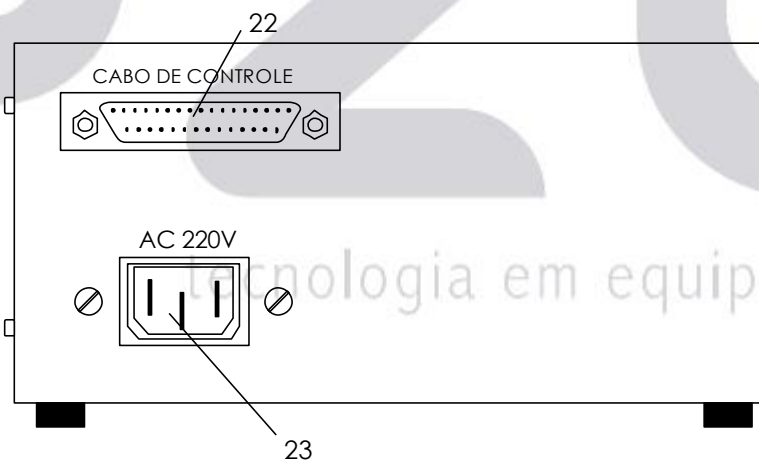
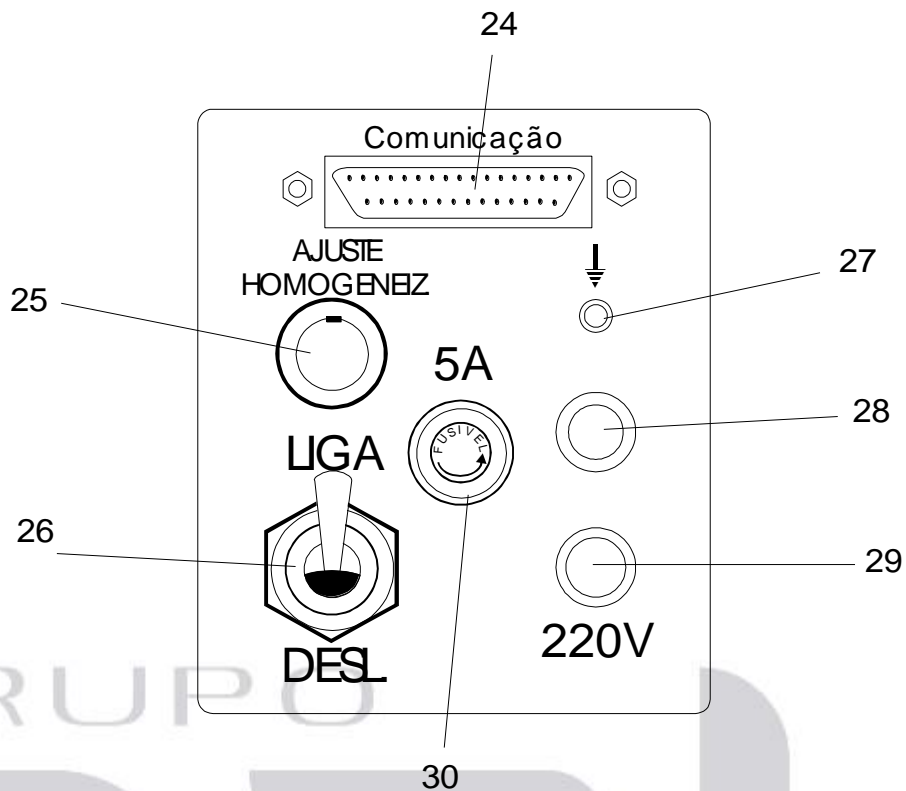
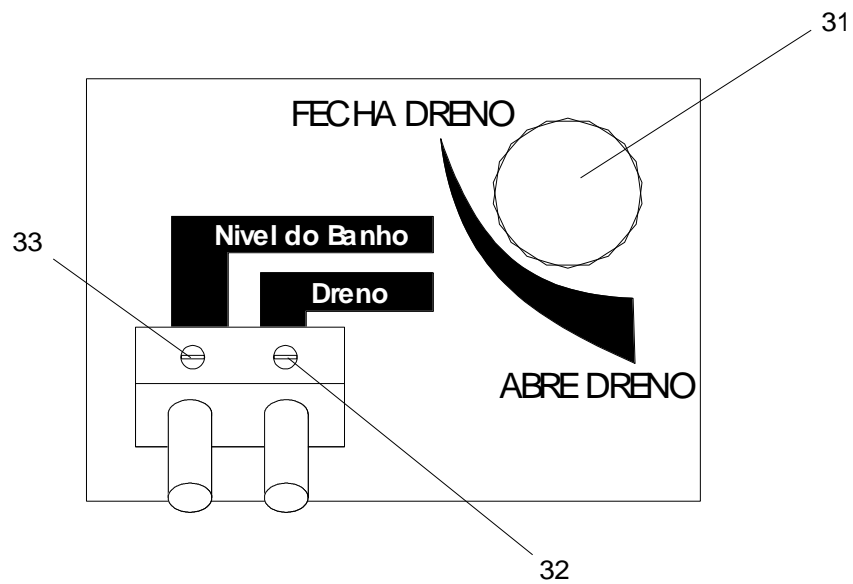
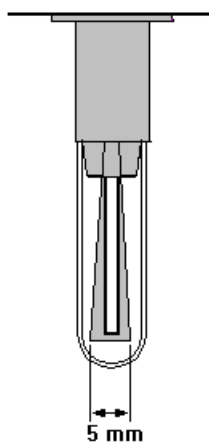

**Figura 11: Vista frontal do compartimento DIGITALIZADOR.**
Figura 13: Vista posterior do compartimento REFRIGERADOR.
Figura 14: Vista lateral direita do compartimento REFRIGERADOR.
Figura 16: Amplitude de oscilação recomendada do homogeneizador.
- Conecte o cabo de comunicação nos conectores localizados na parte posterior dos dois compartimentos REFRIGERADOR e DIGITALIZADOR exibidos na Figura 12 e Figura 13, respectivamente;
Para maior facilidade de visualização, a Figura 11 e a Figura 12 mostram respectivamente os controles existentes na parte frontal e posterior do compartimento DIGITALIZADOR e a Figura 13 e a Figura 14 mostram as partes lateral direita e posterior do compartimento REFRIGERADOR. Além disso, há uma breve descrição de cada controle.
1. Frontal do compartimento DIGITALIZADOR. (ver Figura 11, na pág.16 para maiores detalhes)
7. Lateral direita do compartimento REFRIGERADOR. (ver Figura 14, na pág.19 para maiores detalhes).
- 10. Vista posterior do compartimento REFRIGERADOR. (ver Figura 13, na pág.18 para maiores detalhes)
20. Tecla Homogeneizador: Quando pressionada indica ( H H) no MOSTRADOR e serve para agitar o homogeneizador. É utilizada juntamente com o controle Ajuste do Homogeneizador (Figura 13, pág.18). Ver item “7” passo “0” (pág. 21 para maiores detalhes desse ajuste).
23. Entrada AC: Conecte aqui o plugue do cabo de alimentação proveniente do compartimento REFRIGERADOR (Figura 13, pág.18).
- b. Encha a câmara refrigeradora (Figura 9) com a solução do banho refrigerador utilizando um funil até alcançar o nível, o que poderá ser notado na parte lateral direita (Figura 14) junto à torneira do dreno. É recomendável adicionar diariamente solução ao reservatório, mantendo o nível recomendado. A cada 20 dias deverá ser esgotado o reservatório, colocando-se solução nova.
- f. Ligue o interruptor (chave Liga / Desliga) existente na parte posterior do crioscópio (Figura 13, pág.18). Caso a instalação tenha sido feita corretamente e o aparelho estiver funcionando, o MOSTRADOR (Figura 11, pág. 16) deverá indicar (- - -) e o LED Compressor (Figura 11, pág.16) acenderá. Se o cabeçote (Figura 9, pág. 15) estiver abaixado, este se levantará automaticamente.
- g. Pressione a tecla Temperatura (Figura 11, pág.16) e aguarde 60 minutos, tempo este necessário para o perfeito equilíbrio térmico dos componentes e o total resfriamento do banho refrigerador. Após esse tempo, verifique se o MOSTRADOR indica uma temperatura entre  $-6.0^{\circ}\text{C}$  e  $-8.0^{\circ}\text{C}$ . Em caso afirmativo o aparelho estará pronto para ser operado.
Enquanto estiver aguardando a estabilização térmica do aparelho, certifique-se de que o homogeneizador esteja com a amplitude de vibração correta (veja Figura 16). Para isto aperte a tecla Homogeneizador (Figura 11, pág.16) e observe se o curso de vibração no extremo do estilete é de aproximadamente 5 mm ( $1/5''$ ).
Caso não seja, regule através do controle Ajuste do Homogeneizador na parte posterior do compartimento REFRIGERADOR (Figura 13, pág.18) até alcançar a amplitude recomendada, sendo que para a esquerda diminui a amplitude e para direita aumenta. Ao se executar essa operação o MOSTRADOR indicará ( H H) e o homogeneizador começará a vibrar. Assim que outra tecla for pressionada o homogeneizador desligará.
- h. Se o aparelho ainda não estiver calibrado vá ao item 8 (pág.24).
- j. Para iniciar o teste pressione a tecla Operação (Figura 11, pág. 16). O cabeçote abaixará e o MOSTRADOR indicará (8 8 8 8) por aproximadamente 5 segundos. Passando esse período de tempo, ele indicará ( 0 0) até que a temperatura da amostra atinja 0°H, iniciando a contagem até 3000. Ao atingir esse valor, o homogeneizador provocará uma forte vibração mecânica que possibilitará o congelamento da amostra devido à perda de calor de fusão.
O MOSTRADOR começará então, a retroceder a contagem até uma determinada temperatura (°H) quando então estabilizará a contagem memorizando o conteúdo do MOSTRADOR, subindo o cabeçote e acendendo o LED correspondente a m°H ou % Água (Figura 11, pág. 16). É através dessa temperatura de congelamento que se determina a porcentagem de água contida no leite. Para maiores detalhes dessa conversão veja o APÊNDICE, pág.29.
- k. Caso a leitura do MOSTRADOR esteja em m°H e se deseje a leitura em % de água, aperte a tecla m°H / % Água (Figura 11, pág. 16). Apertando-se novamente essa tecla, volta-se a mostrar a leitura em % de água.
- b. Não desloque nem transporte o crioscópio sem antes drenar (abrindo a torneira do dreno –Figura 14, pág.19) totalmente o tanque do banho refrigerador, colocar um tubo vazio no seu suporte, abaixar o cabeçote e desligar o aparelho;